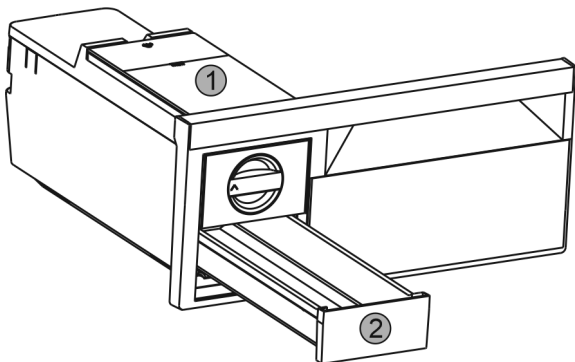

Fig. 49
- Vyjměte nádržku na vodu Fig. 49 (1) a zásuvku na kostky ledu Fig. 49 (2).